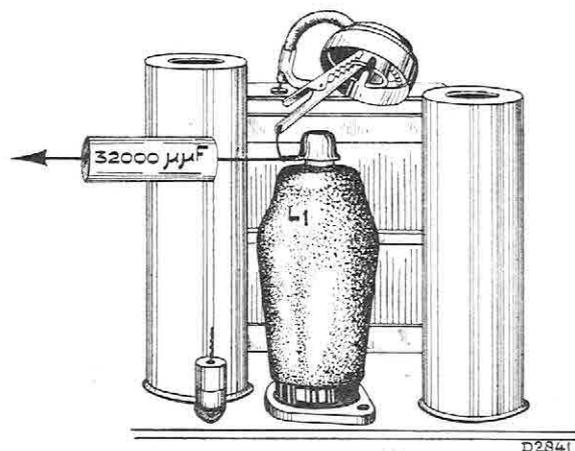

Fig. 2
4. Appliquer un signal modulé de 128 kc (pour les exécutions -49 et -46: 131 kc) à travers 32.000 $\mu\mu\text{F}$ sur la connexion du sommet de la lampe L1 (voir figure 2).